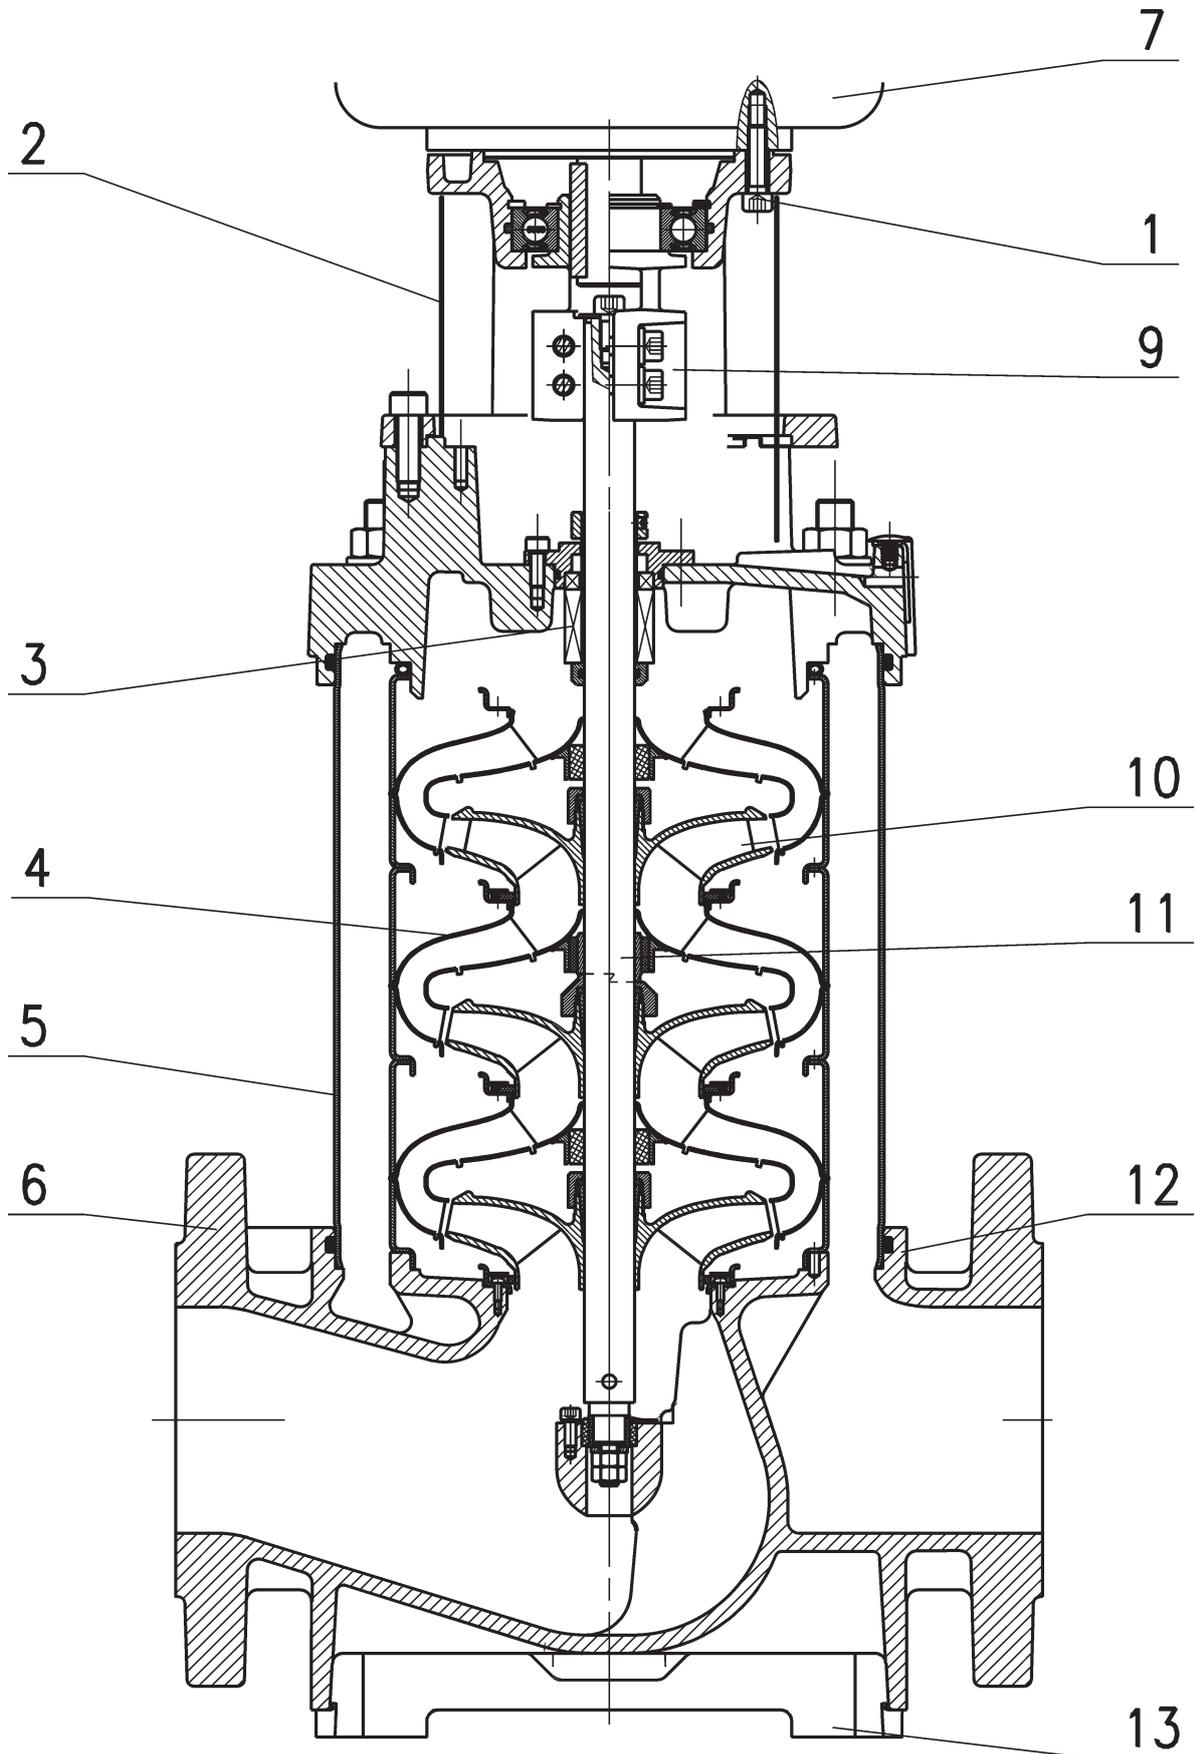
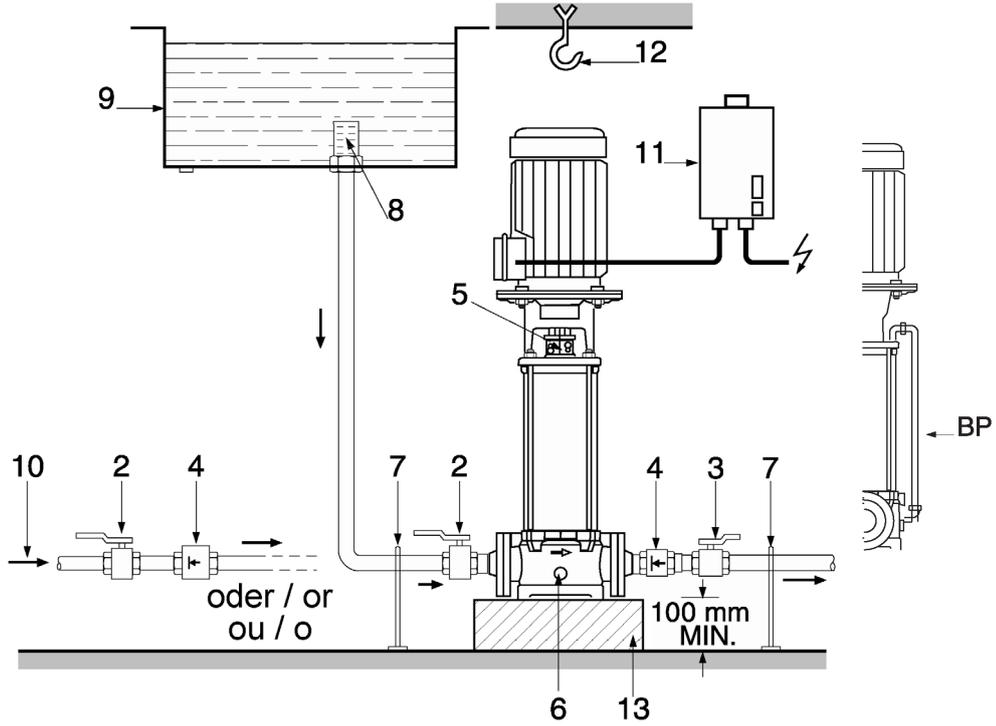

Fig. 2
Fig. 3
Габаритные и присоединительные размеры (табл.1, см. также рис. 3)
- устанавливайте насос таким образом, чтобы было достаточно места для обслуживания, ремонта и демонтажа насоса. Насос необходимо устанавливать перпендикулярно на бетонном фундаменте (рис. 2, 3). Между фундаментом и полом необходимо проложить гаситель вибраций (резину) (рис. 2 поз. 13). Размеры для установки и соединения указаны в таблице 1 п. 1.2. 1., и на рис. 3
- При использовании тяжелых насосов следует вертикально над насосом расположить крюк (рис. 2, поз. 12) или грузоподъемный механизм (общий вес насоса: см. каталог/спецификацию). Крюк позволит при проведении обслуживания или ремонта насоса закрепить подъемное устройство или вспомогательные средства. Следует обеспечить свободное пространство не менее 200 мм
Подсоедините всасывающий и напорный трубопроводы без механических напряжений. Установите виброгасящие компенсаторы. Трубы должны иметь опоры, чтобы их вес не передавался на насос (рис. 2, поз. 7).
Запорные краны (рис. 2, поз. 2 и 3) должны быть установлены до и после насоса, чтобы избежать необходимости опорожнения и повторного заполнения системы в случае демонтажа/замены насоса. Для уменьшения потерь давления рекомендуется делать всасывающий трубопровод как можно короче, а его диаметр должен быть не менее номинального диаметра всасывающего патрубка насоса. Также избегайте лишних колен у трубопровода и установки арматуры неподходящего проходного сечения.
На напорном трубопроводе должен быть установлен обратный клапан (рис. 2, поз. 4)
Если забор воды производится из резервуара, необходимо установить фильтр на всасывающей магистрали (рис. 2, поз. 8), чтобы предотвратить попадание грязи в насос.
При работе с горячими или загазованными средами должна быть установлена перепускная трубка (рис. 2, поз. ВР – принадлежность).